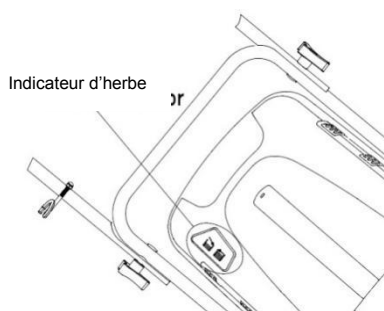

Fig. 14A
- Si le bac est plein, l'indicateur se dégonfle ; quand cela se produit, arrêtez immédiatement de tondre et videz le bac, assurez-vous qu'il est propre et assurez-vous que son maillage est ventilé. (Figure. 14A)